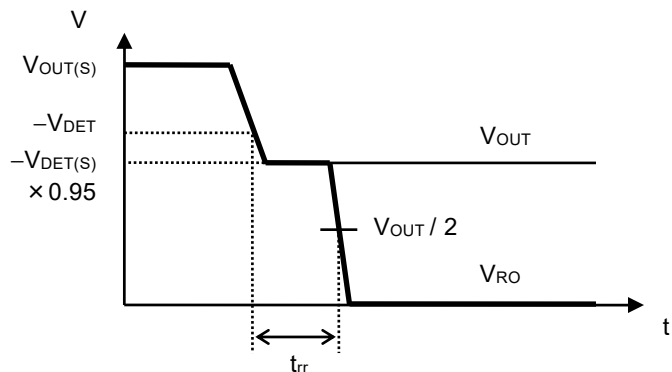

图8 复位反应时间
*4. 从VOUT低于 $-V_{\text{DET}}$ 开始, 到实际RO端子的输出开始反转为止的时间 (参阅图8)。